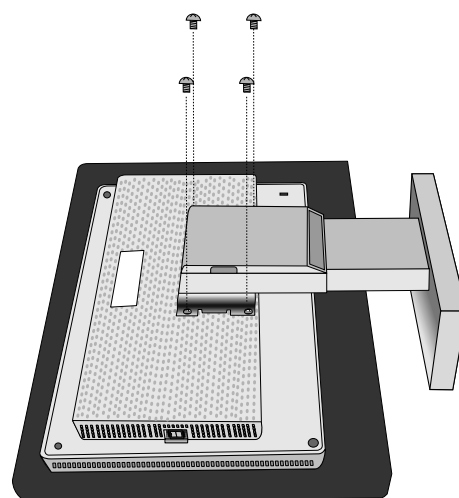

Рисунок R.3
5. Отвинтите 4 винта, крепящие монитор к подставке, и снимите подставку в сборе (**Рисунок R.3**). Теперь монитор готов к установке в другом положении.